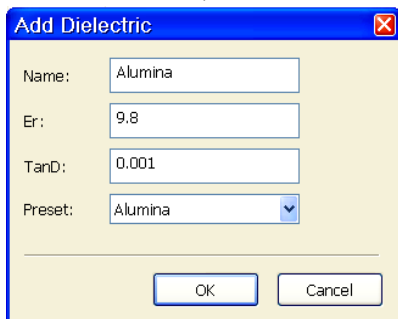

Рис. 6.11
6. На вкладке **Material Defs** щёлкните мышкой по кнопке **Add** для **Dielectric Definitions**, чтобы добавить материал диэлектрика. Откроется дополнительное диалоговое окно **Add Dielectric** (рис. 6.11). В поле **Preset** (Предварительная установка) введите **Alumina**, щёлкнув мышкой по кнопке в правом конце этого поля. В поле **Er** введите **9.8**, в поле **TanD** введите **0.001**, нажмите **OK**.